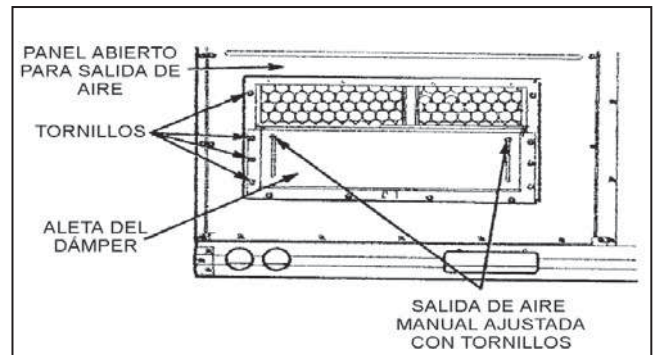

Fig. 11
2. Retire el panel de acceso al filtro levantando y girando el panel hacia fuera. El panel está ahora desenganchado del riel y puede ser retirado. Quite y guarde el panel de apertura de aire exterior y los tornillos. Vea la Fig. 11.
- Alinee los agujeros de los tornillos en la campana con los agujeros de los tornillos en el lateral de la persiana manual de aire exterior. Vea la Fig. 11. Asegure la campana con los tornillos que guardó en el paso 7.